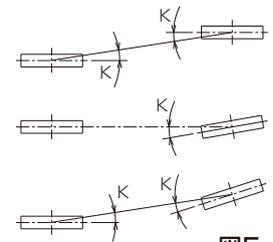

図5
- 送風機プーリーと電動機プーリーの平行度は、図5・表3の規格を満足するようにセットしてください。